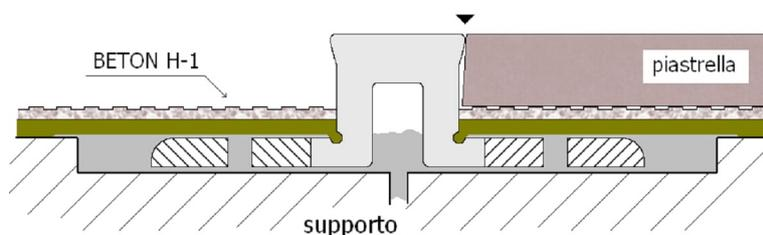

Fig. 6
- Il giorno seguente eseguire l'incollaggio diretto delle piastrelle con BETON H-1 (vedi Fig. 6).
La Fig. 6 mostra come la particolare conformazione della sommità della parte centrale B consenta il corretto accoppiamento tra profilo e piastrella.